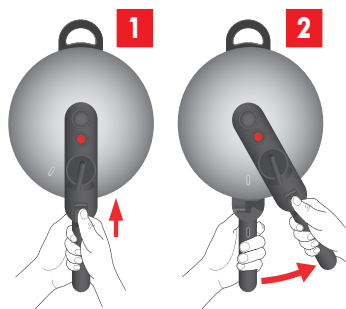

Fig. 18: Åbning af låget
3. Skub lukkemekanismen til den forreste position, og drej låget mod uret indtil anslag (se fig. 18).